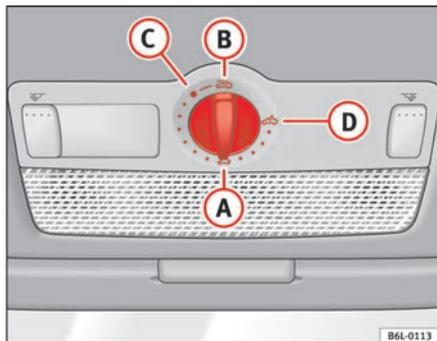

Fig. 54 Détail du revêtement du ciel de pavillon : commande rotative du toit ouvrant coulissant/relevable
- Tournez la commande rotative en position **(A)** ⇒ fig. 54 ⇒ **⚠**.